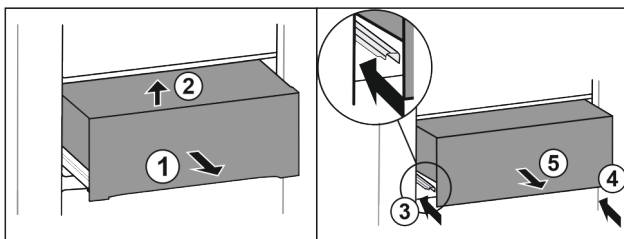

Fig. 32
- ▶ Вытяните выдвижной ящик наполовину. Fig. 32 (1)
- ▶ Приподнимите выдвижной ящик спереди. Fig. 32 (2)
- ▶ Вставьте левую направляющую. Fig. 32 (3)
- ▶ Вставьте правую направляющую. Fig. 32 (4)
- ▶ Извлеките выдвижной ящик движением вперед. Fig. 32 (5)